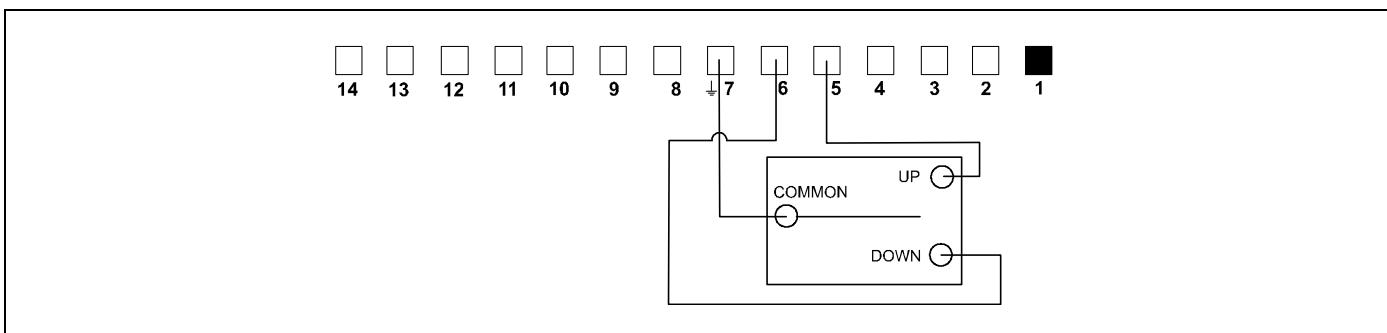

рис. 32
- Подключите общий провод от переключателя к клемме 7. (см. рис. 32)